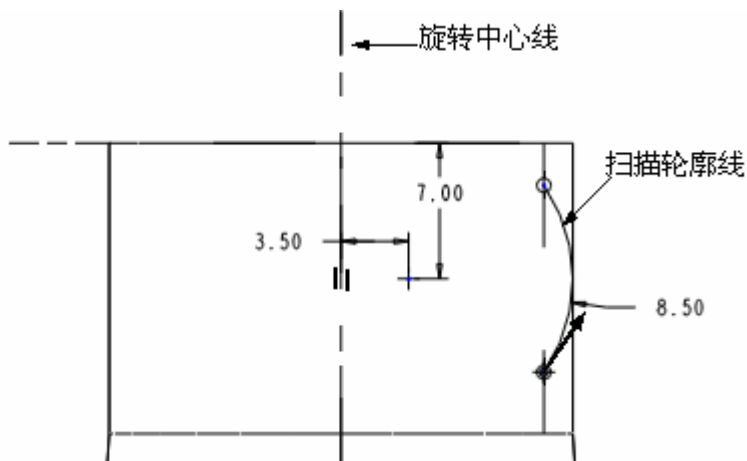

图 65-18
(1) 单击菜单【插入】 【螺旋扫描】 【伸出项】命令, 打开【属性】菜单。
(2) 接受【属性】菜单中的默认命令【常数】、【穿过轴】、【右手定则】, 然后单击【完成】命令。
(3) 选择 FRONT 基准面为草绘平面, 单击【正向】接受默认的视图方向, 单击【草绘视图】菜单中的【缺省】命令, 进入草绘状态。
(4) 绘制如图 65-18 所示的旋转轴和轮廓线。